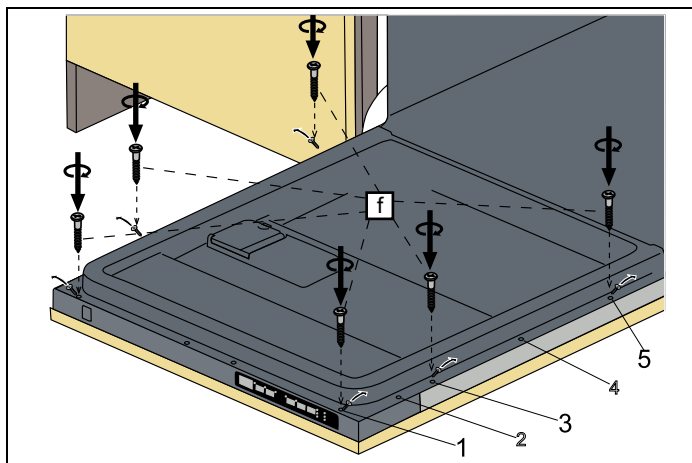

Fig. 22
- 6) Skruvarna som sitter på träluckan fästs till diskmaskinen vid de punkter som sitter på luckans yttre blad och sätts ihop enligt instruktionerna i Fig. 22 .
- 7) Så som visas i Fig. 22 , Skruvar $\varnothing 4$ mm x 42,5 mm ($\varnothing 5/32$ " x 53/32") installeras i positionerna I, III och V.